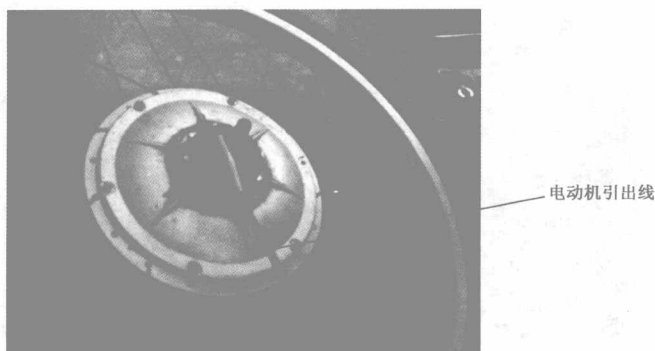

图2-3 有齿高速电动机
(2) 按有无齿轮分类电动机实物，如图 2-3~图 2-4 所示。